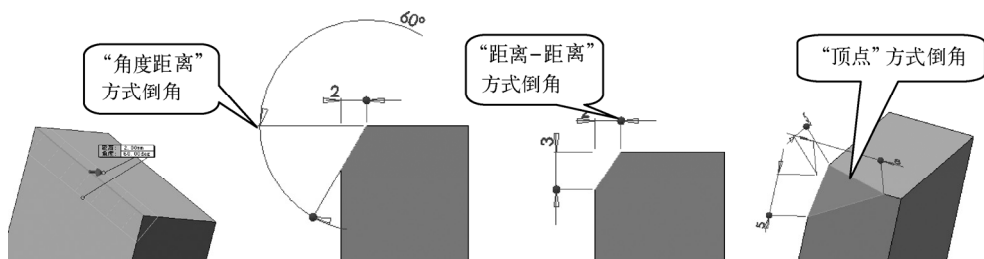

图 4-34 倒角的三种方式
- “角度距离”、“距离-距离”和“顶点”: 是 SolidWorks 之前版本中提供的三种倒角方式,其中“角度距离”和“距离-距离”方式通过选择一条边来进行倒角,“顶点”方式通过选择顶点来进行倒角,较易理解,如图4-34所示。